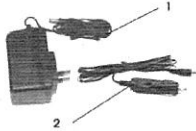

FIG 1
1. Über das Stromversorgungsnetz unter Verwendung des in Abb. 1 gezeigten Netzadapters.
2. Über die 12V-Fahrzeugversorgung unter Verwendung des in Abb. 1 gezeigten Zigarettenanzünder-Adapters mit mitgeliefertem Kabel und Stecker.